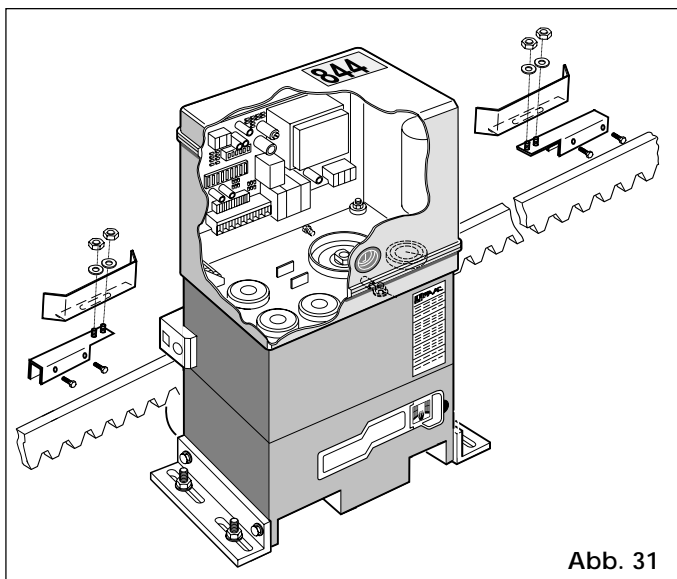

Abb. 31
- 2) Beim Einbau des Endschalters das Profilblech zu den Stiftschrauben der Aufnahme zentrieren (Abb.31).